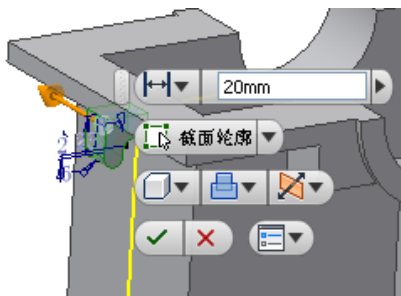
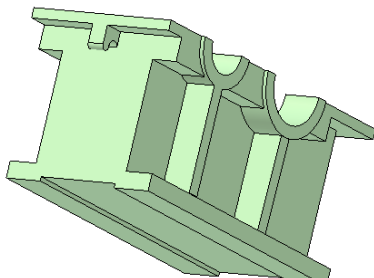

图 9-36 拉伸示意图
图 9-37 拉伸出一个吊钩
②单击【草图】标签上的【完成草图】工具按钮，退出草图环境。单击【三维模型】标签栏【创建】面板上的【拉伸】工具按钮，打开【拉伸】对话框，选择图 9-36 所示的图形作为拉伸截面轮廓，方向为双向对称拉伸，终止方式为距离，拉伸深度设置为 20，示意图如图 9-36 所示。单击【确定】按钮完成拉伸，此时的零件如图 9-37 所示。